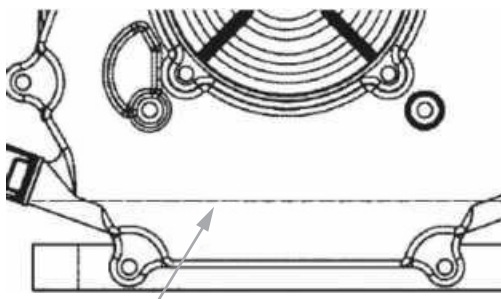
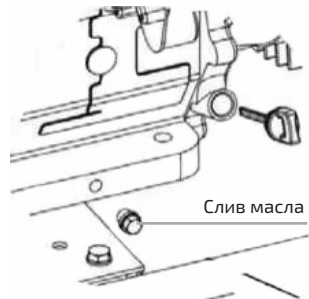

Рис. 4. Проверка уровня масла
Рис. 5. Восстановление уровня масла
- Вывинтить щуп-пробку из горловины картера, опустить в горловину сухой, чистый щуп и вытащить его (рис. 4). Край области, смоченный маслом, должен располагаться между отметками минимального и максимального допустимого уровней (рис. 5).